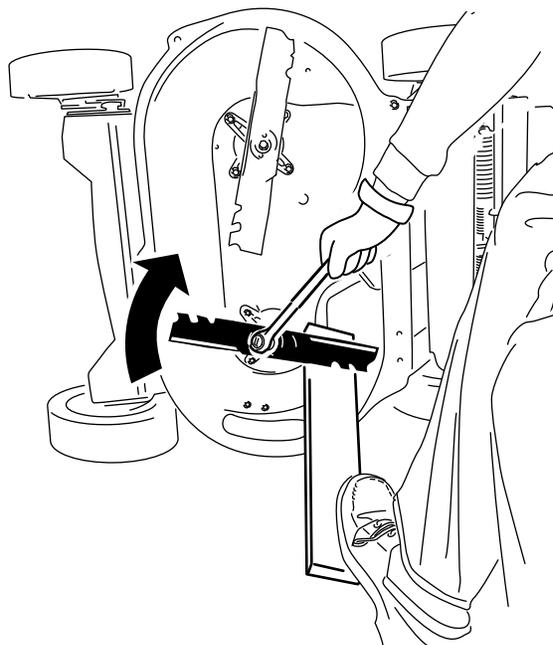

Figura 42
2. Fissate ogni lama con una tavola e ruotate in senso antiorario con una chiave torsiometrica come mostrato in Figura 42; serrate il bullone della lama a 82 N·m (60 ft-lb).